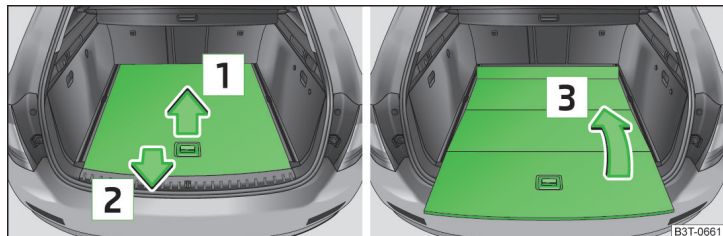
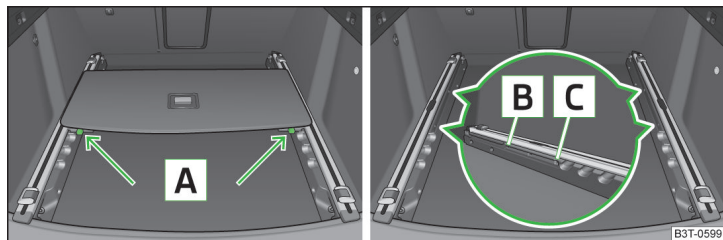

Fig. 114 Portbagajul: plierea podelei variabile
Fig. 115 Portbagajul: Demontarea podelei variabile
- ▶ Prindeți de mâner partea din spate a podelei, ridicați puțin în sensul săgeții **1** » fig. 114 și scoateți-o peste bara de protecție în sensul săgeții **2**, până când se fixează în decupajul **C** » fig. 115.
- ▶ Prin mișcarea în sensul săgeții **3** » fig. 114, pliați podeaua.
- ▶ Apăsăți tastele de siguranță **A** » fig. 115 și extrageți podeaua.
- ▶ Împingeți podeaua spre în față, până când se fixează în decupajele **B** din șine » fig. 115.